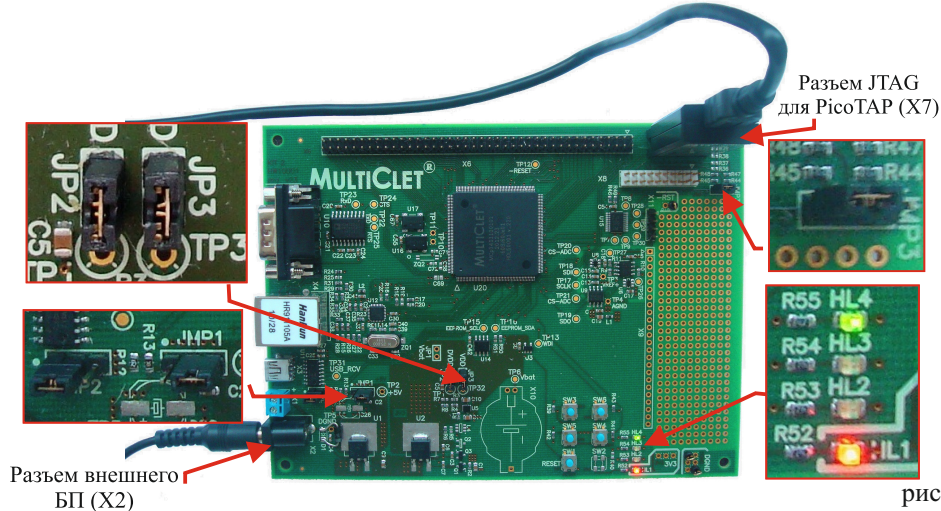

рис.2
2. Проверьте положение перемычек. JMP1 и JMP3 в положении 2-3, JMP2 в положении 1-2. JP2 и JP3 должны быть установлены в соответствии с рис.2.
3. USB кабель подключите к ПК и к JTAG-контроллеру PicoTAP. PicoTAP включите в разъем JTAG для PicoTAP(X7). Блок питания включите в розетку (напряжение 220В) и подключите его коаксиальный разъем к разъему внешнего БП(X2) (рис.2).
4. Проконтролируйте следующее: после подачи питания светодиоды HL1 и HL4 должны загореться (рис.2).